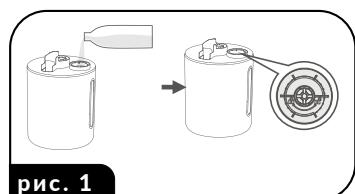

рис. 1
- Снимите выпускную крышку (10) с резервуара для воды (6).
- С основания увлажнителя (1) снимите резервуар для воды (6), держа его за ручку (9), а затем переверните его вверх дном. Открутите пробку заливного отверстия (7), расположенную на дне резервуара.
- Налейте в резервуар максимально 5 литров холодной (рис. 1), лучше деминерализованной воды с температурой, не превышающей 40°C. Установите и закройте крышку (7).
- Переверните резервуар и установите его на основании (1). После установки резервуара, две черточки на корпусе основания должны совпадать с двумя черточками на корпусе резервуара.